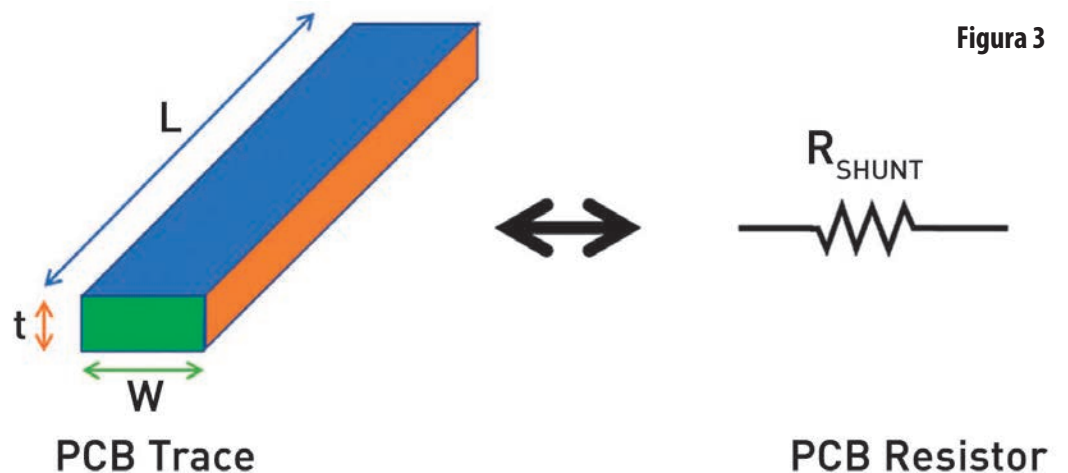

Figura 3
a rezistorului R_{SHUNT} . Pentru alegerea R_{SHUNT} , sunt disponibile diverse opțiuni de rezistoare de uz special. Cu toate acestea, o alternativă economică ar fi prin realizarea unui traseu pe placa de circuit imprimat, care să ofere rezistența pentru R_{SHUNT} (Figura 3).
Deoarece temperatura poate fi extremă în aplicații industriale, este importantă luarea în considerare a temperaturii la proiectarea unui rezistor de șunt pe placă. În figura 3, coeficientul de temperatură (α_{20}) al unui rezistor de șunt obținute din traseul de cupru de circuit imprimat, la 20°C este de aproximativ +0.39%/°C (coeficientul variază în funcție de temperatură). Lungimea (L), grosimea (t), lățimea (W) și rezistivitatea (r) determină rezistența traseului de circuit imprimat. Dacă o placă de circuit imprimat are 1 uncie (ounce – oz = 28.35 grame) de cupru (Cu), grosimea (t) este egală cu 1.37 miimi de inch, iar rezistivitatea (ρ) este egală cu 0.6787 microohmi pe inch. Aria traseului este măsurată în concordanță cu numărul de pătrate elementare ce formează o anumită lungime L de traseu. Latura pătratului elementar (\square) este egală cu lățimea W a traseului, iar numărul acestora este dat de raportul L/W . De exemplu, un traseu cu lungimea $L = 2$ inch (in.) și lățimea $W = 0.25$ inch este o structură cu 8 pătrate elementare (\square).